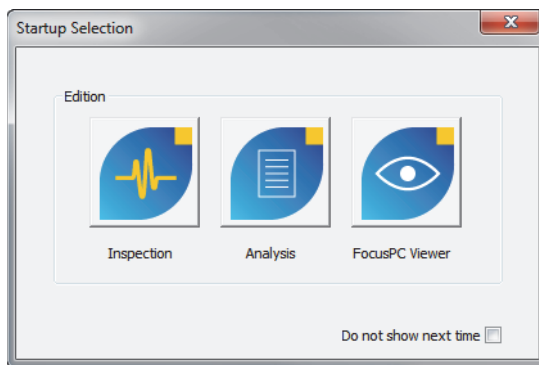

図 1-27 [Startup Selection] ダイアログボックス
5. 表示された [Startup Selection] ダイアログボックスで (44 ページの図 1-27)、希望の FocusPC エディションに関連付けられたボタンをクリックします。